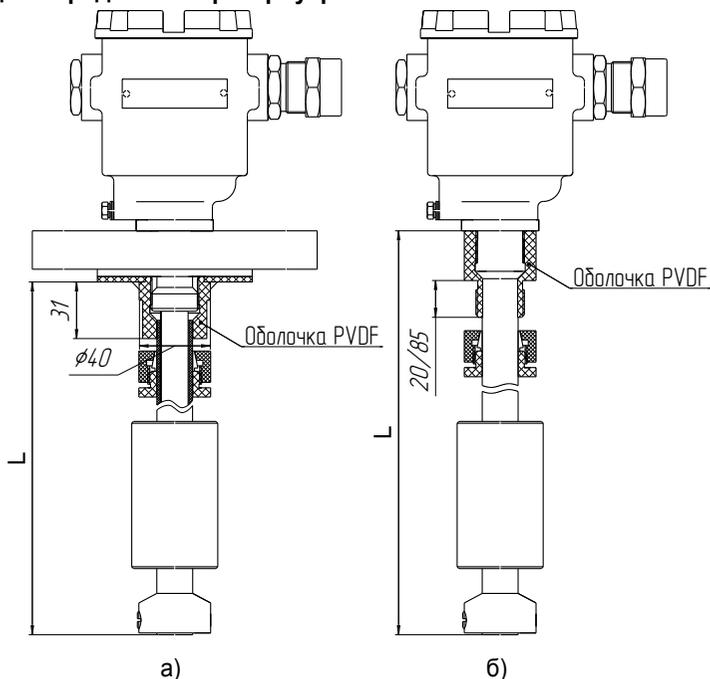

Рисунок 3
2.1.9 ПМП изготавливаются с длиной направляющей от 250 до 5000 мм. Длина направляющей **L** – это расстояние от нижней торцевой поверхности направляющей до уплотнительной поверхности устройства крепления (фланца или резьбового штуцера) (рисунок 3).
Защитная оболочка направляющей ПМП и устройства крепления, поплавки и ограничители хода поплавков выполнены из химостойкого пластика. Защитная оболочка (рисунок 3) фиксируется на направляющей резьбовым соединением, закрывает направляющую и устройство крепления, исключая воздействие на них агрессивной среды.